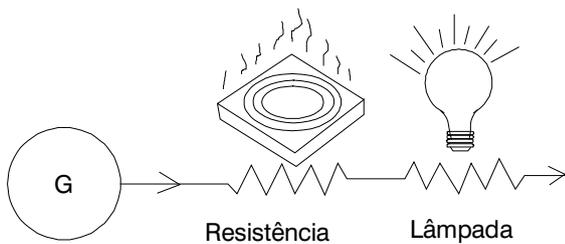

Fig. 1 - Potência ativa (kW)
- **Potência ativa:** potência que efetivamente realiza trabalho gerando calor, luz, movimento, etc. É medida em kW. A fig. 1 mostra uma ilustração disto.